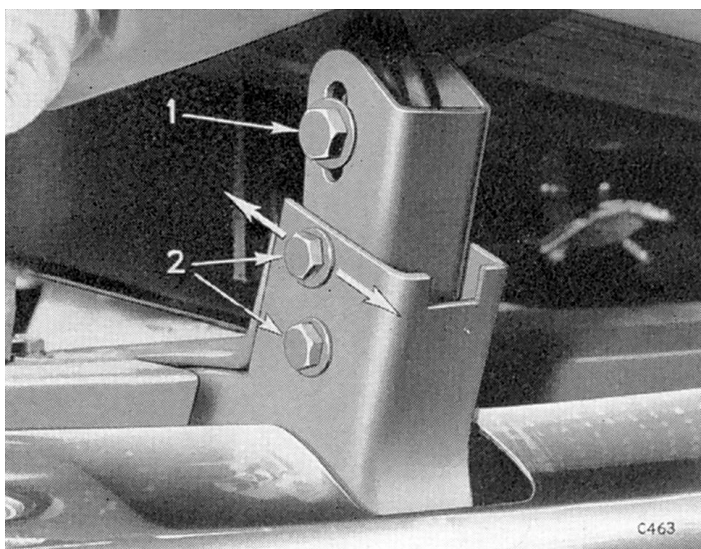
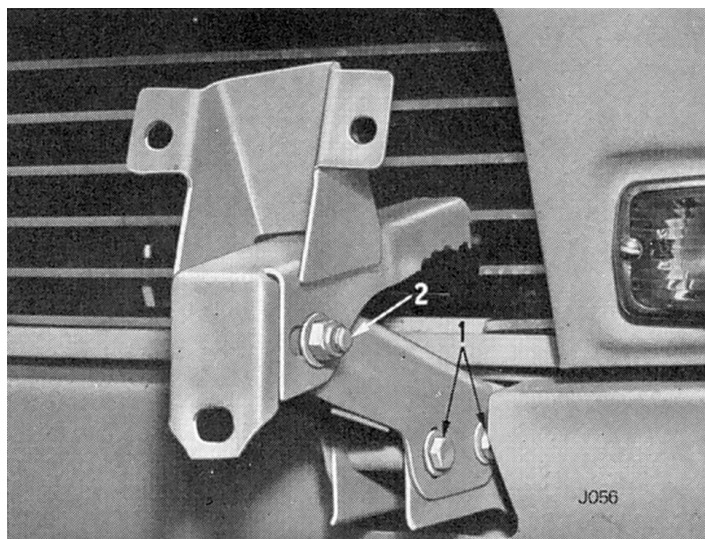

Fig. 13. Réglage du capot (Spitfire 4 and Mk. 2)
Fig. 14. Réglage du capot (Spitfire Mk. 3)
Fermer le capot et retirer les deux boulons (1) (Fig. 13) et (2) (Fig. 14).
Désserrer les boulons (1) et (2), (Fig. 13) pour les modèles Spitfire 4 et Mk. 2 ou (2) (Fig. 14) pour le modèle Spitfire Mk. 3; avancer ou reculer le capot pour obtenir un espace uniforme de 5 mm. (3/16 ") entre le capot, le tablier avant et les portières.
Réglage en hauteur à l'avant (Figs. 13 et 14)